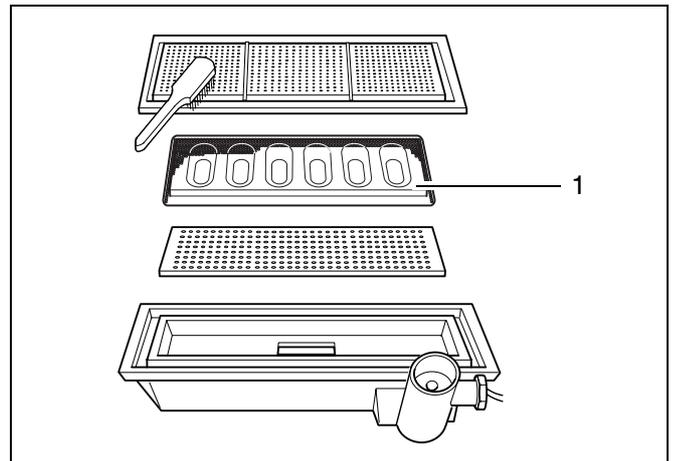

Fig. 39 Pulire il bruciatore
Pulire il bruciatore utilizzando una spazzola **morbida** e aria compressa (fig. 39).
La piastra forata (fig. 39, pos. 1) è presente solo nei modelli Logamax plus GB112-24, GB112-24T25 e GB112-29T25